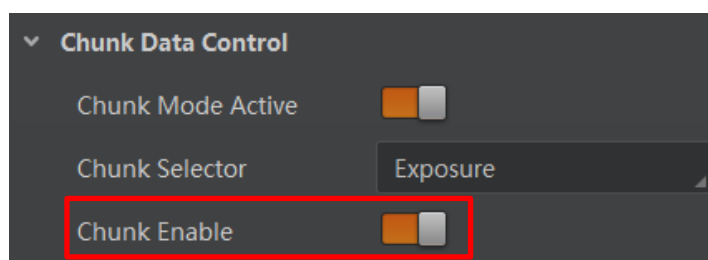

图8-7 启用 *Chunk Enable* 参数
3. 启用 *Chunk Enable* 参数，即可嵌入相应信息，如图 8-7 所示。